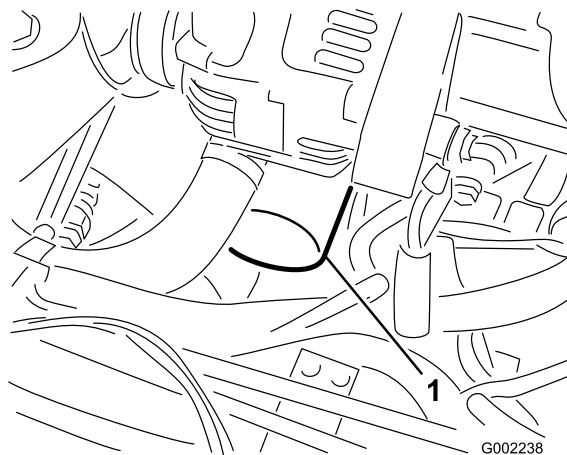

Рисунок 43
7. Снимите старый масляный фильтр (Рисунок 43).
10. Установите новый масляный фильтр в переходник фильтра. Поверните масляный фильтр по часовой стрелке до контакта резиновой прокладки с переходником фильтра, после этого затяните фильтр, повернув его еще на пол-оборота (Рисунок 43).